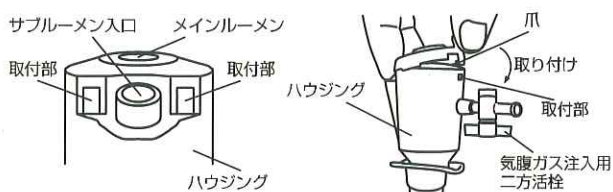

図3
12. メインルーメンに外径5mmの処置具を挿入したい場合は、トロッカーのハウジングにコンバーターを取り付ける。まず、コンバーターの3本の爪のうち、2本の爪を二方活栓と反対側の面の取付部に取り付け、次に先端側1本の爪を二方活栓側の取付部に取り付ける。これにより、外径5mmの処置具の操作が可能になる。（図3）